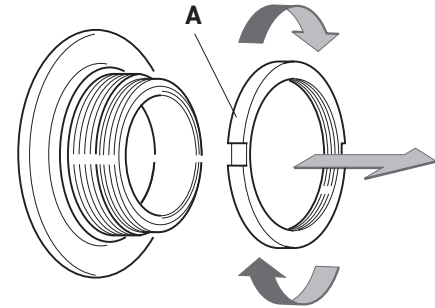
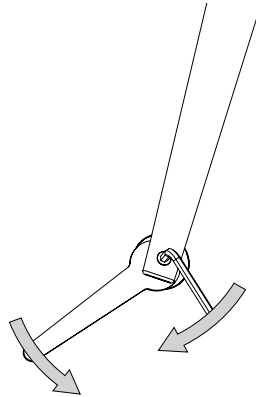

Fig. 6
Fig. 15
- Quite la tuerca (A - Fig. 6) del buje desenroscándola en sentido horario.
· Apriete el tornillo por el lado no regulable del eje (B - Fig.6), aplicando un par de 13-14 Nm, contrarrestando la rotación del eje con una llave plana fija de 17 mm (Fig.15) en el mismo lado del eje.